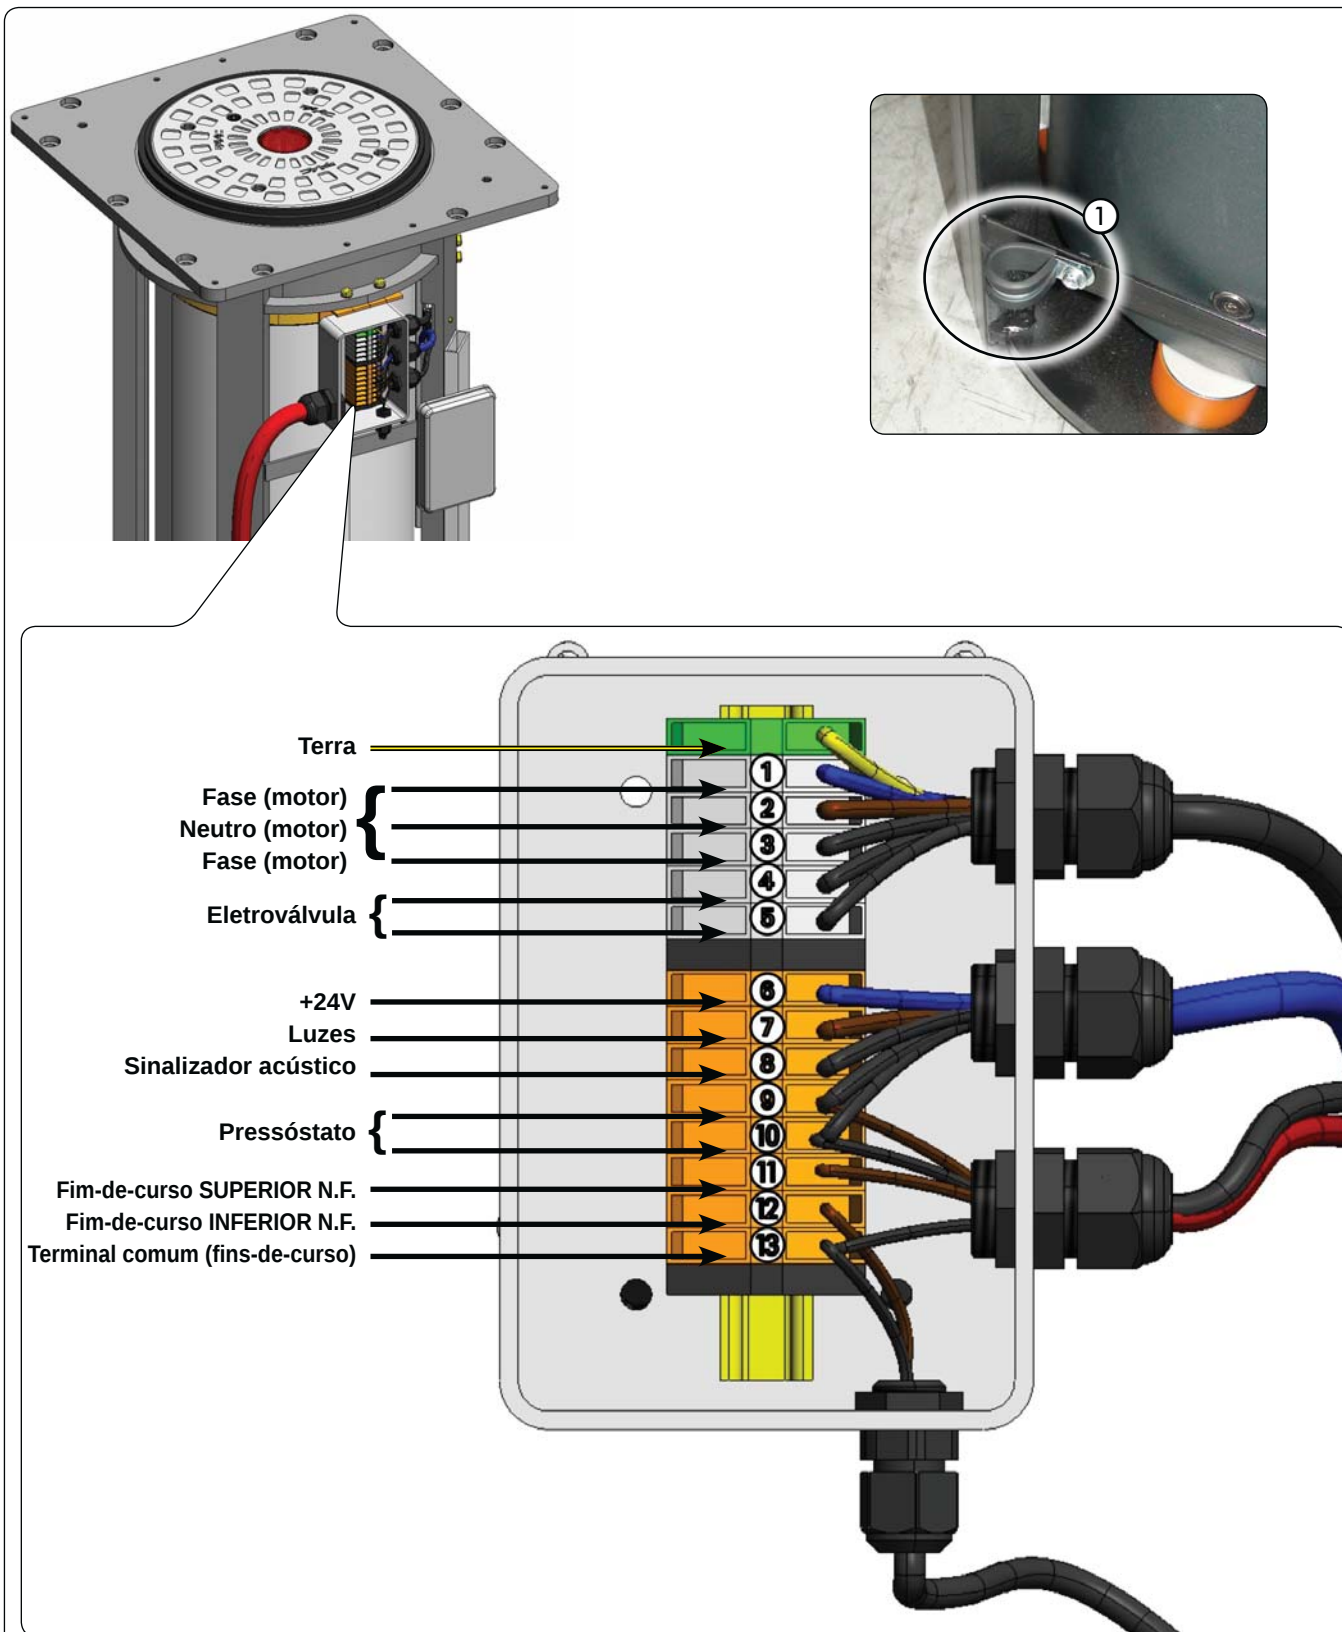

Fig. 7
Para conectar o dissuasor à unidade de gestão deve-se utilizar um cabo multipolar de tipo FG7OR-0,6/1kV-16G1,5 (16 cabos de 1,5 mm2) com um comprimento máximo de 50 metros. Este cabo deve ser alojado no interior de uma bainha com um diâmetro de 45 mm, fixado por meio da abraçadeira específica presente na parte inferior da estrutura (Fig. 7, referência ①) e deve sair do poço por 1,2 metros para a versão H600 e 1,6 m para a versão H800.